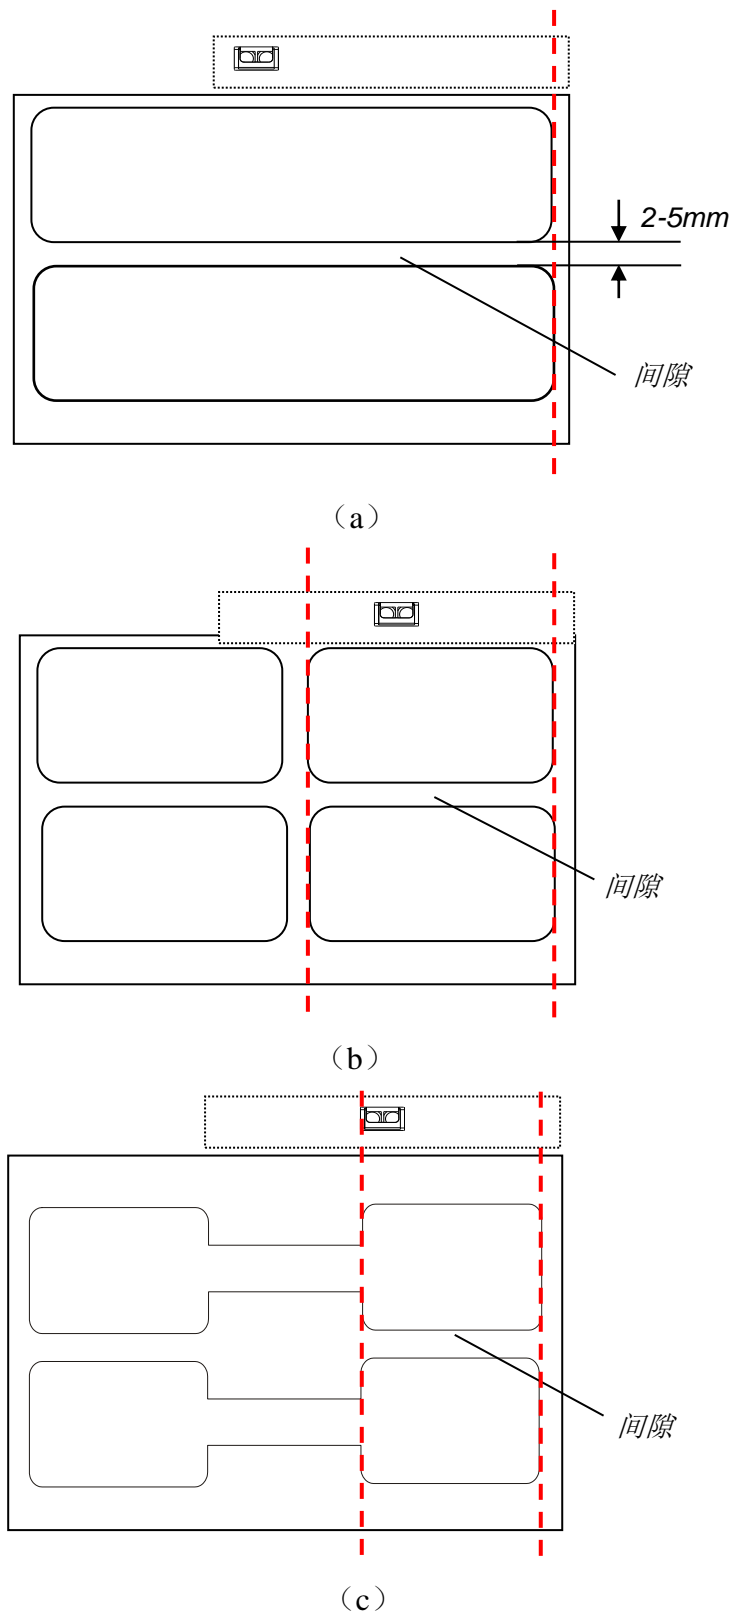

图 2-13
- 根据不同标签纸确定纸张探测器的位置，如图 2-13 (a) (b) (c) 所示，移动纸张探测器至红色虚线范围内的任意位置即可。